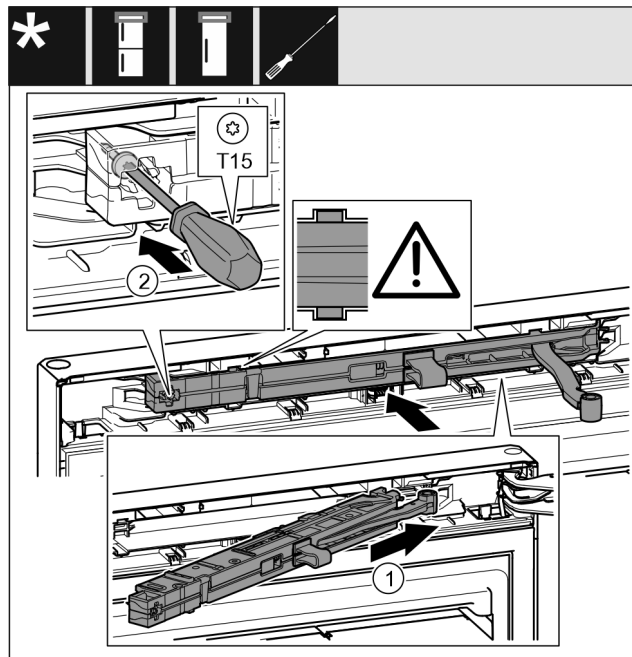

Fig. 37
- ▶ Schließdämpfereinheit Fig. 37 (1) auf der Lagerbockseite bis zum Anschlag schräg in die Aussparung einschieben.
- ▶ Schraube Fig. 37 (2) mit einem Schraubendreher festschrauben.